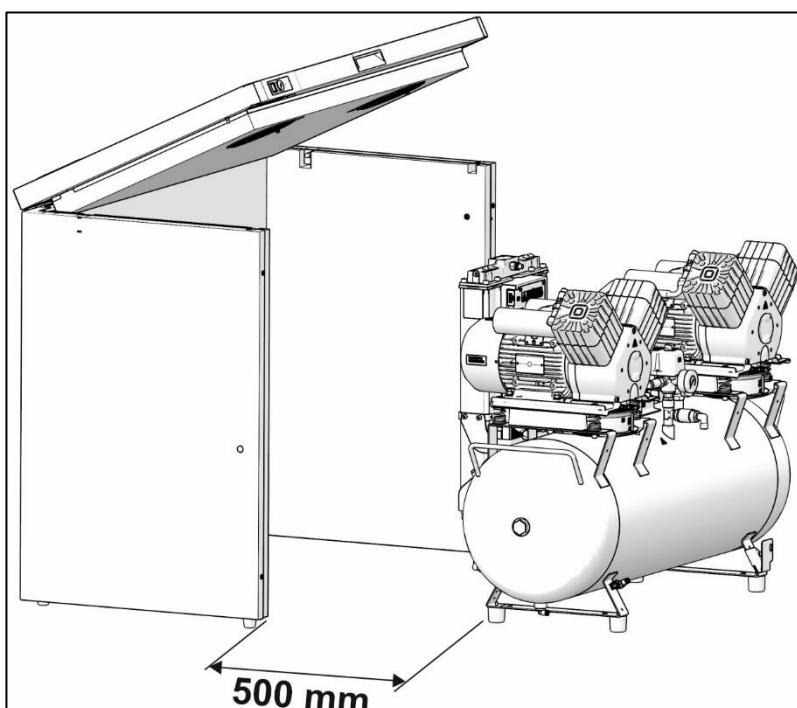

Abb. 19: Positionierung des Kompressors für Anschlüsse
- Positionieren Sie den Kompressor in einem Abstand von mindestens 500 mm vom Schrank, um die Bewegung der Schläuche und des Netzkabels im Schrank zu ermöglichen (Abb. 19).